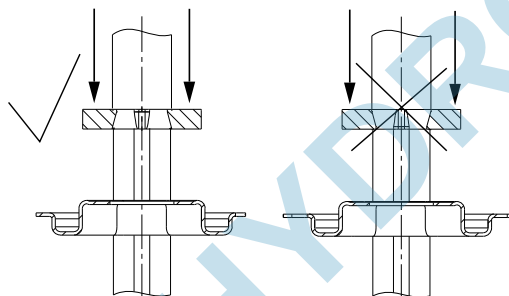

Fig. 5 Montage de la bague d'arrêt
5. Monter le joint torique (pos. 107) sur la surface d'étanchéité mobile (pos. 104). Lubrifier le joint torique. Voir paragraphe 3. *Couples de serrage et lubrifiants*.
6. Monter le bloqueur (pos. 111) et la bague d'arrêt (pos. 111a). Voir fig. 5.